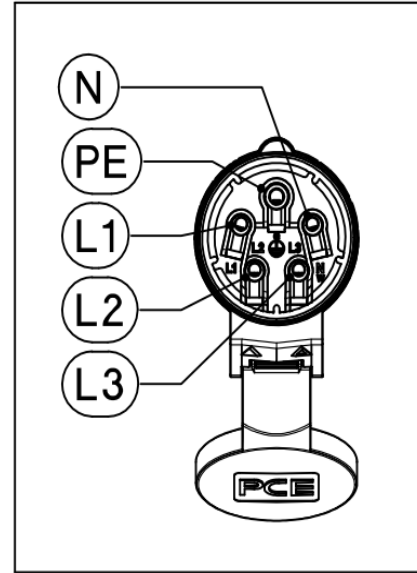

Fig.4
- Connectez les 3 phases aux bornes marquées L1, L2, L3 (Fig. 4) . pour un moteur triphasé. (BLOC ROUGE)